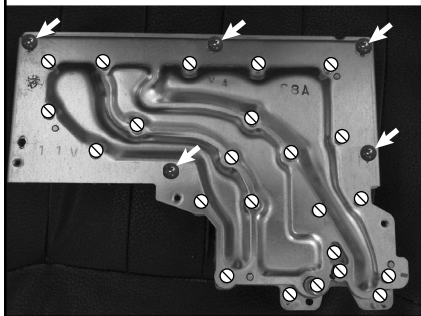

Figure 28
**AVIS: retirez uniquement les vis se trouvant sur le pourtour de la plaque de distribution, voir Figure 28.**